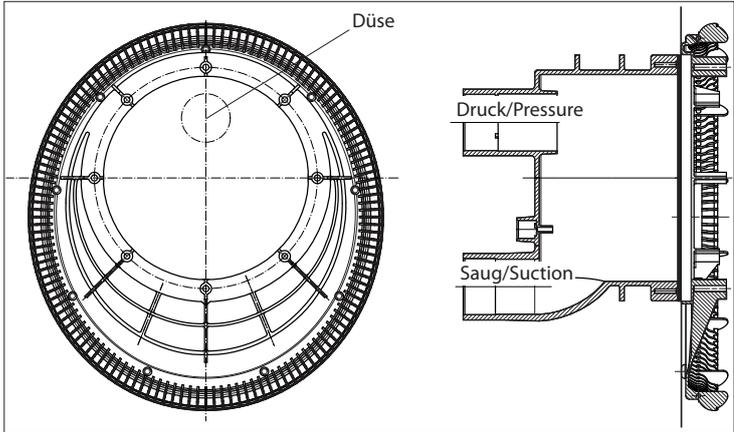

Abb. 10
- 3) Ansauggehäuse (107) am Spannring aufsetzen. Auf Einbaulage achten (Abb. 10)
- 4) Das Düsengehäuse (102.1) am Einbaugehäuse (1) ansetzen.
- 5) Pneumatikschläuche und Kabel des Scheinwerfers durch den Schutzschlauch (14) führen und mit Kabelverschraubung (20) abdichten.
- 6) Luftleitung mit Klemme (8) am werksseitig montierten Luftregler (21) befestigen.
- 7) Das kpl. Düsengehäuse (102.1) mit 4 selbstschneidenden Schrauben (95) am Einbaugehäuse (1) befestigen.